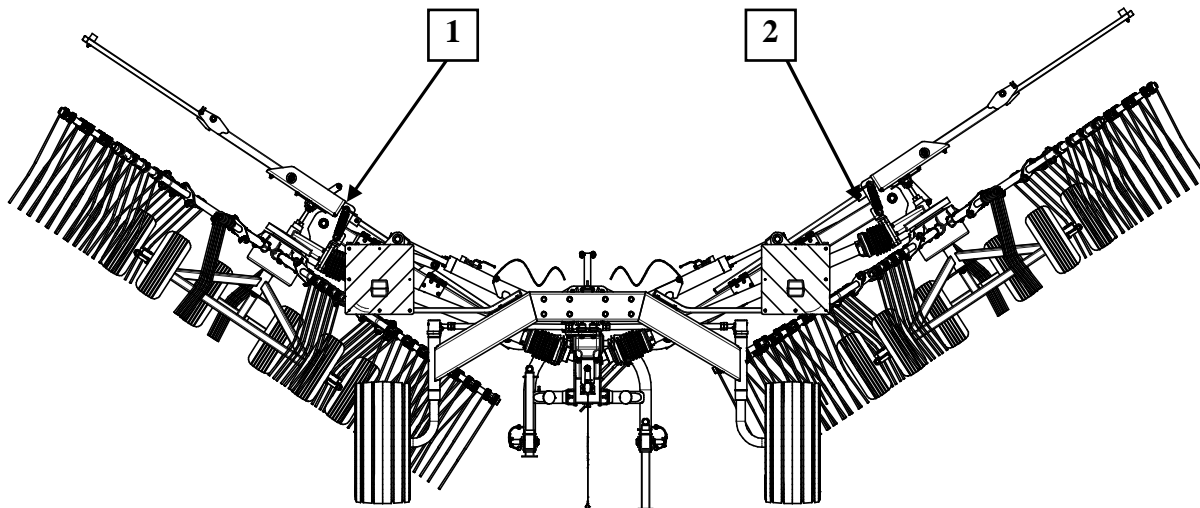

Рис. 24. Грабли в положении для поворотных полос
Во время поднятия плеч с рабочими системами (1) и (2) собачка (3) автоматически блокируется в положении для поворотных полос (Рис. 24).